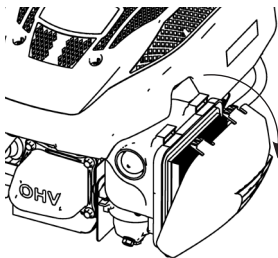

FIGURE 11B
2. Basculer le couvercle vers le bas pour accéder au filtre à air. **VOIR FIGURE 11B.**